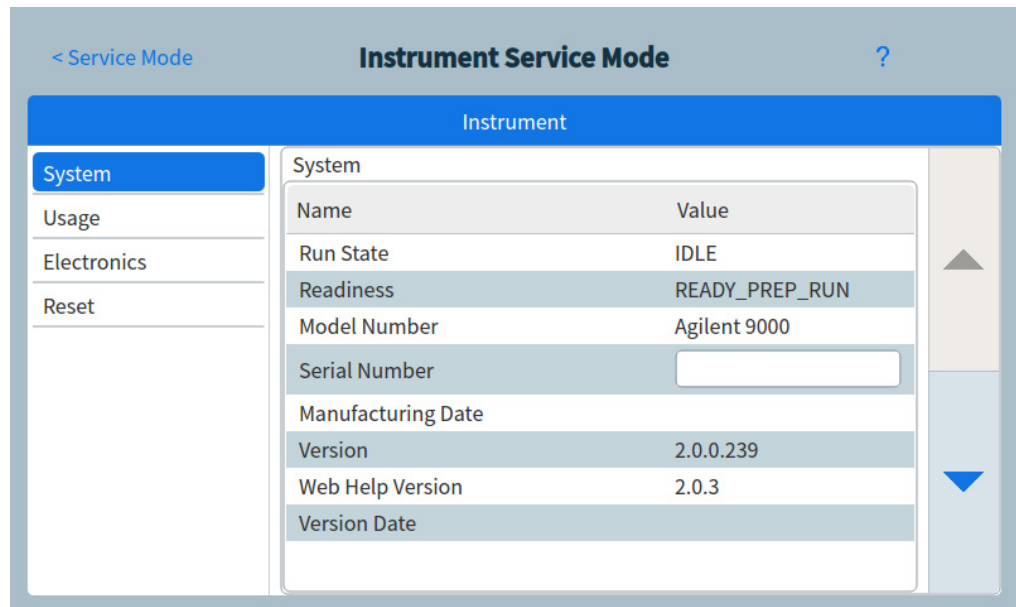

Figura 36 Pagina del modo assistenza dello strumento
- 3 Selezionare il componente desiderato premendo il tasto corrispondente. Si apre la pagina del modo assistenza per il componente selezionato. Vedere Figura 36.